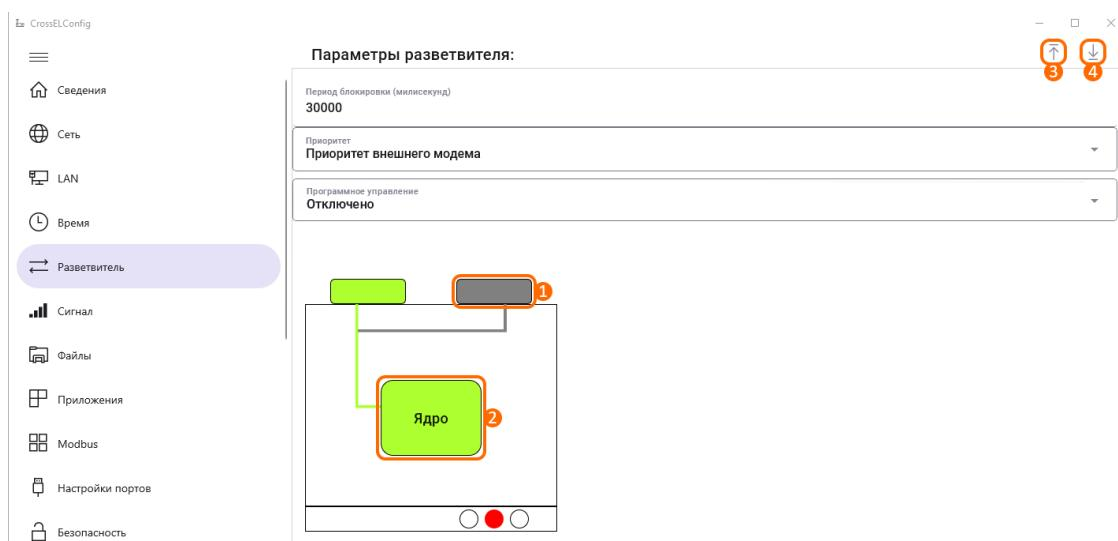

Рисунок 7 – Вкладка «Разветвитель»
Вкладка позволяет настроить встроенный разветвитель для подключения второго модема (рис. 7). При настройке приоритета к изменению доступны следующие параметры:
- **Иконка «Modem»** (рис. 7, элемент 1) позволяет выполнить принудительное переключение на порт стороннего модема посредством двойного нажатия левой кнопкой мыши. При переключении на порт модема – порт «Modem» (на схеме) будет выделен зеленым цветом;
- **Иконка «Ядро»** (рис. 7, элемент 2) позволяет выполнить принудительное переключение на порт «Device» путём двойного нажатия левой кнопкой мыши. При переключении на порт «Device» – ядро будет подсвечено зеленым цветом;
- **Кнопка записи параметров** (рис. 7, элемент 3) позволяет записать параметры разветвителя;
- **Кнопка чтения параметров** (рис. 7, элемент 4) позволяет считать параметры разветвителя.